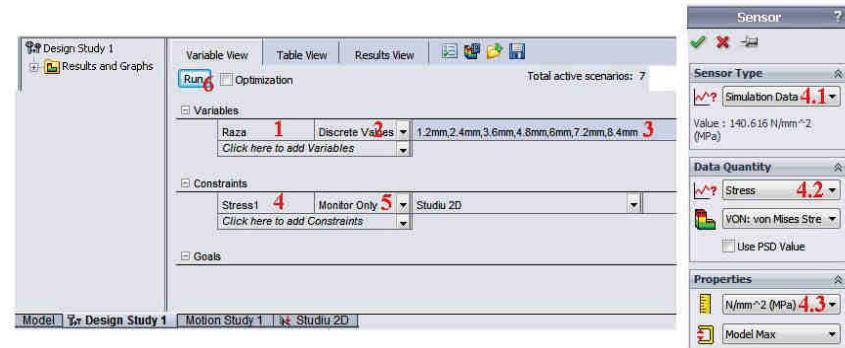

Fig. 11.14
- Click **Insert → Design Study → Add**; va fi afișată secțiunea **Design Study** la baza ferestrei grafice **Parameters**, fig. 11.14.
- Click **Insert → Design Study → Add**; will be displayed the **Design Study** tab at the bottom of the graphic area, fig. 11.14.